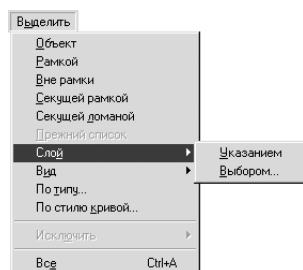

Рис. 1.10
7. **Слой** позволяет выделить объекты одного или нескольких слоев в текущем виде листа чертежа или во фрагменте. После вызова этой команды на экране появляется дополнительное меню, в котором содержатся варианты задания нужных слоев: **Указанием** или **Выбором** (рис. 1.10). Опция применяется при наличии двух и более слоев.